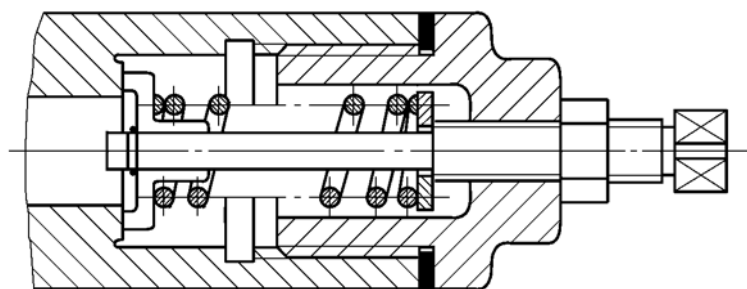

图 1 装配图中的圆柱螺旋压缩弹簧画法
5.1 被弹簧挡住的结构一般不画出,可见部分应从弹簧的外轮廓线或从弹簧钢丝剖面的中心线画起(图 1)。